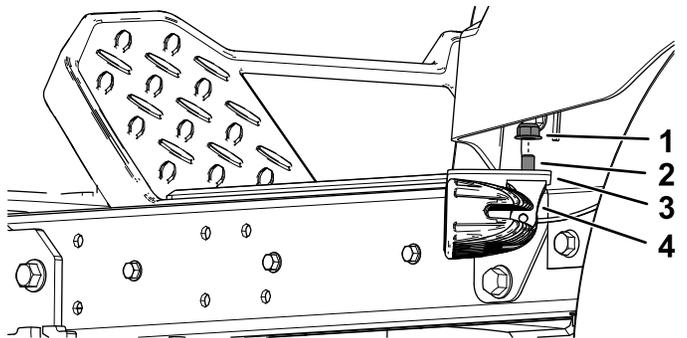

Figura 6
2. Inserite il bullone a testa esagonale (5/16" x 3/4") nella luce a LED e nella staffa della luce laterale, quindi fissatelo con il dado flangiato (5/16") come illustrato in Figura 6.